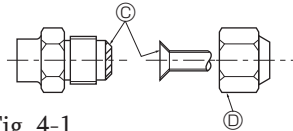

Fig. 4-1
Ⓐ (Fig. 4-1)
Ⓑ (Fig. 4-1)
4.2. Խողովակների միացում (Fig. 4-1)